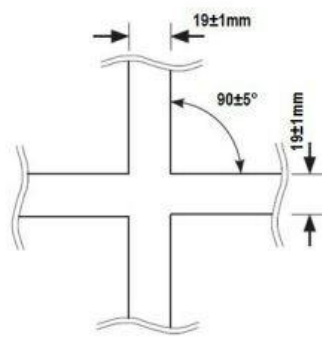

Figura 3 – Cruzamento.
- 3.5. Quando houver um cruzamento, o ângulo de intersecção das linhas será de $90\pm 5^\circ$ (figura 3). As partes das linhas 10 cm antes e 10 cm depois do cruzamento serão retas.